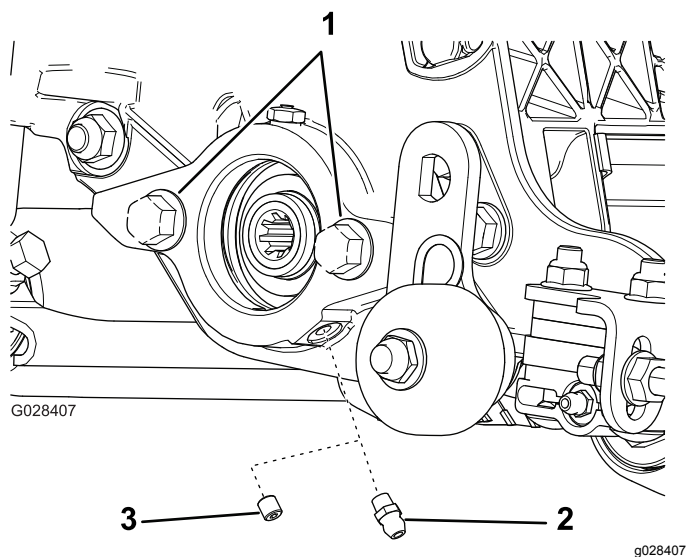

Figura 6
1. Rimuovete ed eliminate la vite di fermo sulla piastra laterale del motore dei cilindri (Figura 6).
2. Montate il raccordo d'ingrassaggio diritto (Figura 6).
3. Se non sono presenti bulloni sulla piastra laterale del motore dei cilindri, montateli (Figura 6).